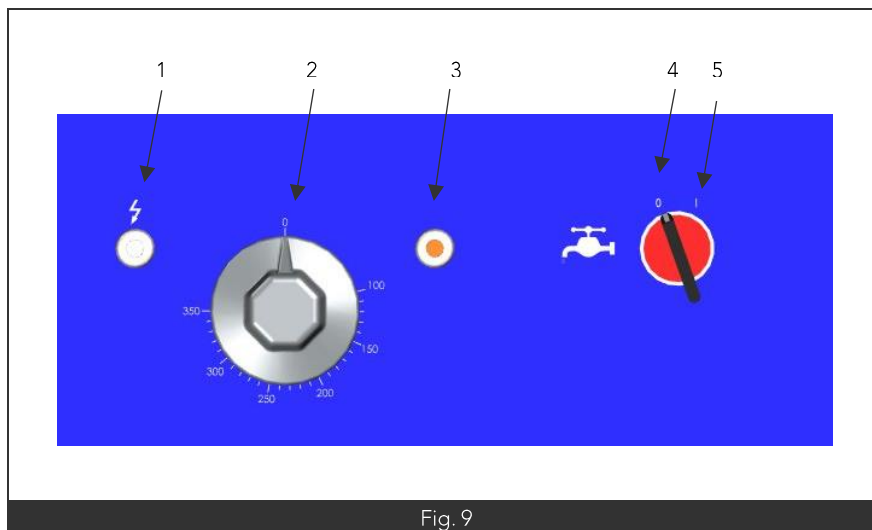

Fig. 9
- L'appareil étant sous tension le voyant blanc est allumé (Fig9 Rep1).
- Pour faire circuler l'eau dans la gorge périphérique mettre la manette du commutateur du ruissellement sur la position marche (Fig9 Rep6).
- Régler la température du thermostat en agissant sur la manette électrique (Fig9 Rep2).
- Le voyant orange s'éclaire (Fig9 Rep3) ce qui indique la chauffe des résistances et s'éteint lorsque celles-ci ont atteintes la température demandé.
- Pour arrêter le ruissellement d'eau tourner la manette du commutateur sur la position arrêt (Fig9 Rep4).